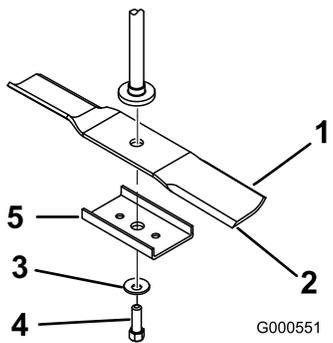

Figura 47
2. Retire el perno de la cuchilla, la arandela curva, el refuerzo y la cuchilla del eje (Figura 47).
2. Instale el refuerzo de la cuchilla, la arandela curva (con la copa hacia la cuchilla) y el perno de la cuchilla (Figura 47).
1. Instale la cuchilla en el eje (Figura 47).